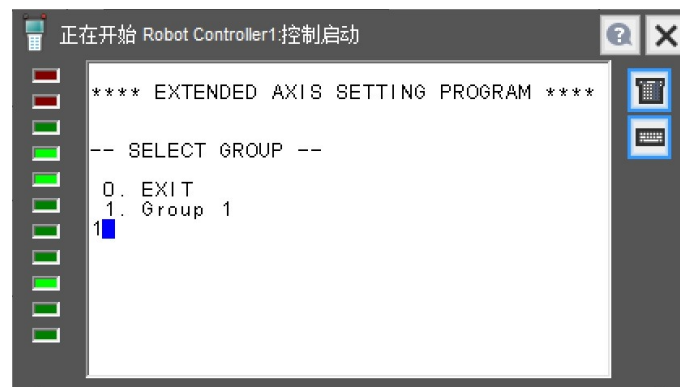

图 4.1.3
- 3) 在图 4.1.3 中，选择要设定附加轴的组，输入该号码(默认组 1)，点击 ENTER 键确认。